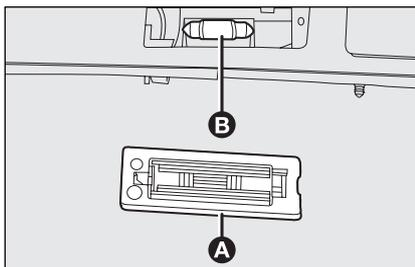

fig. 36
- estrarre il trasparente **A-fig. 36** e dal portalamпада la lampada **B**;